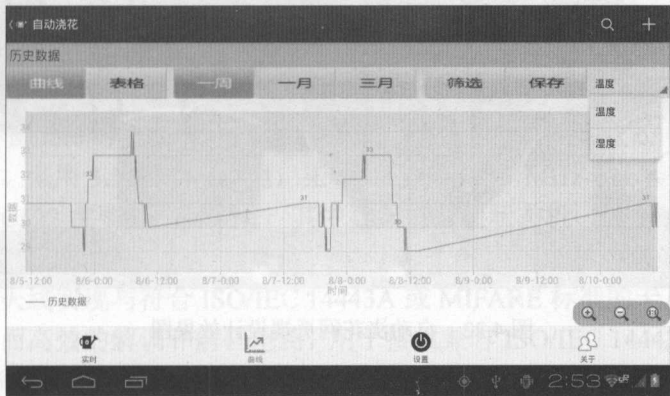

图 4.20 历史数据查询
(5) 滑动或单击切换至“曲线”页面，开发者可以单击不同按钮来查询指定时间段的历史数据，也可以下拉 spinner 控件来选择查询温度或者是湿度的历史数据，如图 4.20 所示。